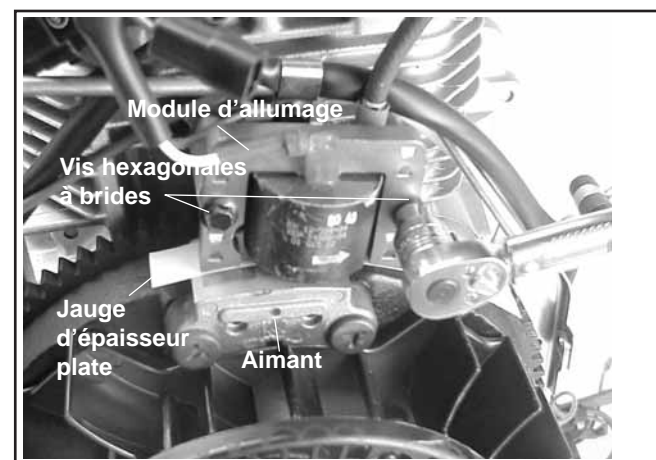

Figure 11-28. Installation du module d'allumage.
2. Insérer une jauge d'épaisseur plate ou une cale de 25 mm (0,010 pouce) entre le module d'allumage et l'aimant. Voir la figure 11-28.